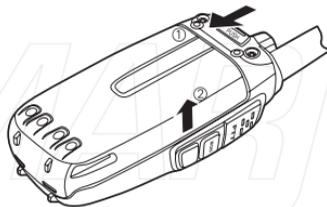

Fig. 2
2. Per rimuovere il pacco batteria premere il blocco di questo e far scivolare verso l'esterno il pacco verificando che radio e batteria siano in stato di rilascio, poi spingere fuori dalla radio la batteria, fig. 2.